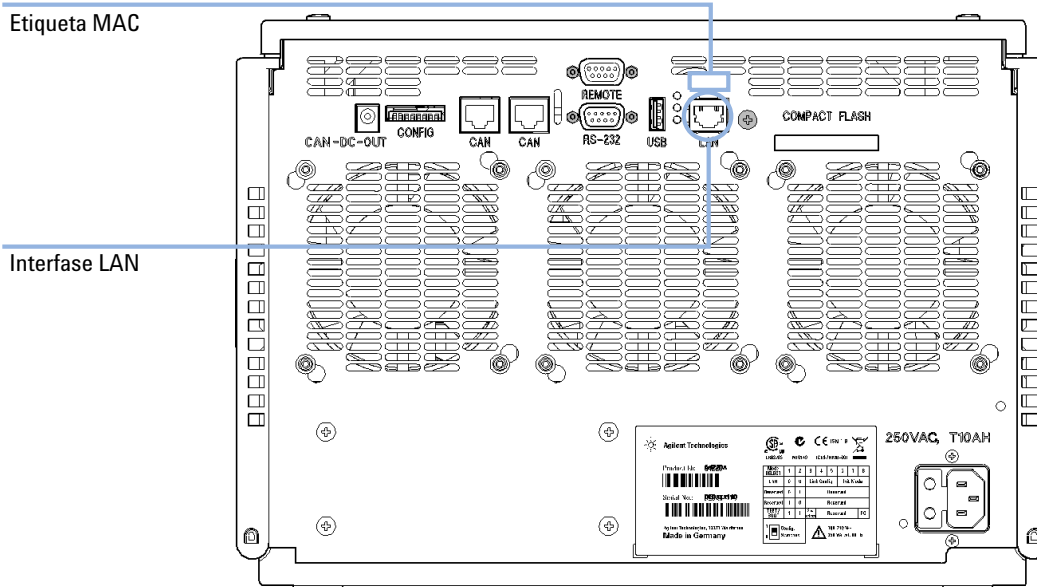

Figura 35 Localización de las interfases LAN y de la etiqueta MAC
- 1 Anote la dirección MAC (control de acceso a medios) para su utilización posterior. La dirección MAC o dirección de hardware de las interfaces LAN es un identificador exclusivo a nivel mundial. Ningún otro dispositivo de red tendrá la misma dirección de hardware. La dirección MAC se encuentra en una etiqueta de la parte posterior del módulo (consulte Figura 35 en la página 245).
- 2 Conecte la interfase LAN del instrumento (consulte Figura 35 en la página 245) a